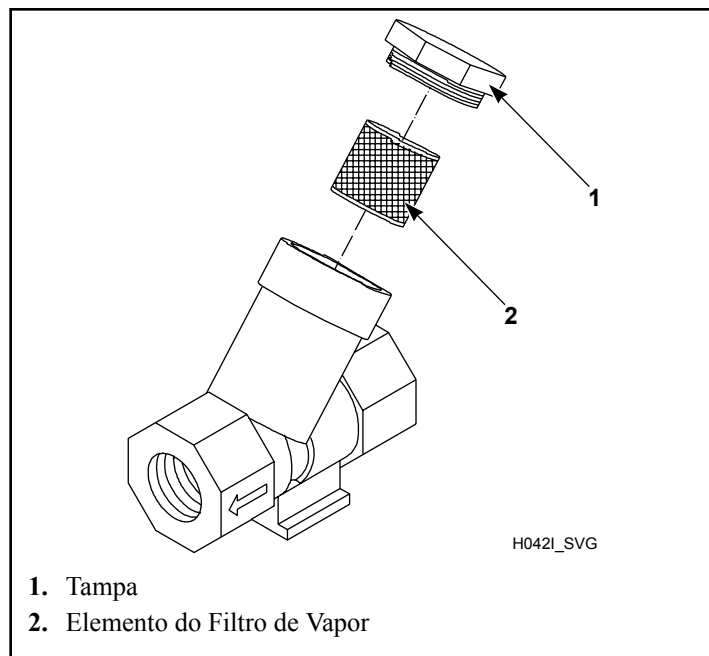

Figura 44
4. Limpe o filtro de vapor fornecido pelo cliente (se aplicável). Consulte a *Figura 44*.